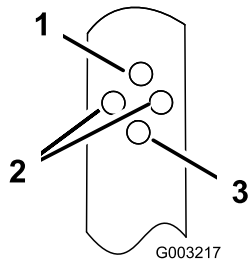

Figure 17
- Insérez le boulon dans le trou de chaque support de sorte à régler le guidon à la hauteur voulue (Figure 17).